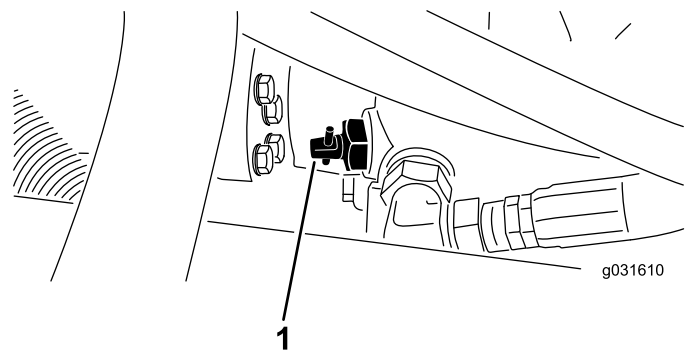

Figura 25
1. Localice la válvula de desvío en la bomba (Figura 25) y gírela 90° (¼ de vuelta) para aflojarla.